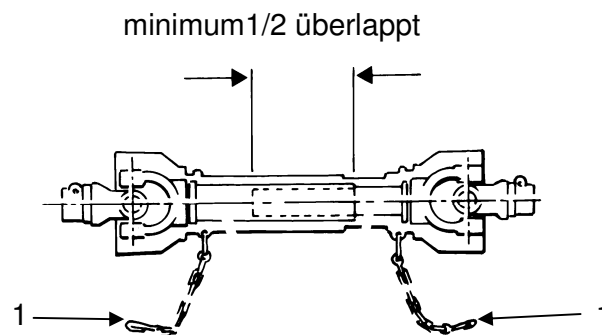

Fig 2
Stellen Sie sicher, daß die Sicherheit ankettet (item 1, fig 2), wird zum Traktor und dem Gerät auf so eine Weise verbunden, daß sie nicht gestreckt werden werden, wenn die Antriebswelle bei maximaler Artikulation ist. Setzen Sie auf die PTO-Ruhe die Antriebswelle, wenn die Maschine vom Traktor (sehen Sie Figur 1) getrennt wird.